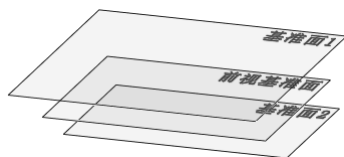

图 3-34 执行拉伸操作
STEP 2 通过相同操作，创建在另外一个方向上，距离“前视基准面”15mm 的基准面（可通过选择“反转”复选框调整基准面偏移的方向），如图 3-34 所示。